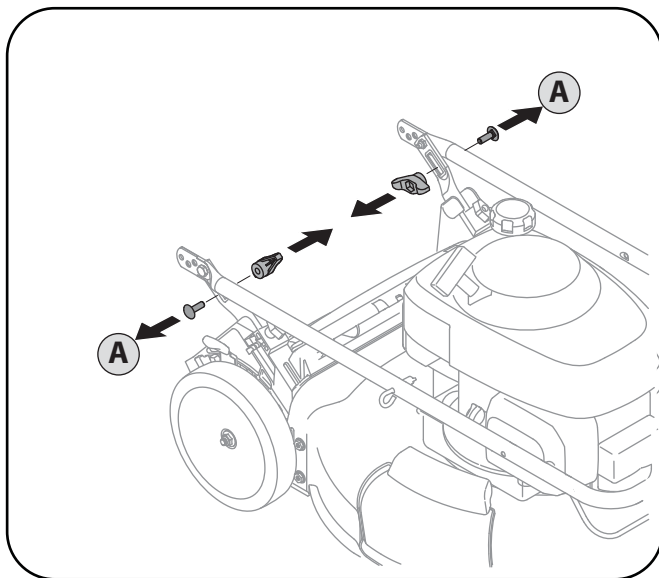

Figure 3-1
- a. Enlevez les écrous à oreilles et les boulons ordinaires du guidon, comme à la Fig. 3-1. Ne desserrez pas ou n'enlevez pas les vis à tête hex. adjacentes.